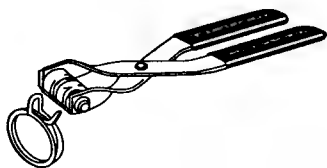

Рис. 18.4. Клещи для снятия пружинных хомутов
17. специальные клещи для снятия пружинных хомутов. Подобными хомутами закрепляют резиновые патрубки и сливной шланг на помпе. И клещи и хомут показаны на рис. 18.4.